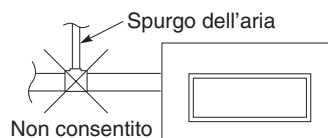

Fig. 3-14
- **Non installare una valvola di spurgo dell'aria, poiché ciò potrebbe causare lo spruzzo dell'acqua dal uscita del tubo rigido di scarico (Fig. 3-14)**